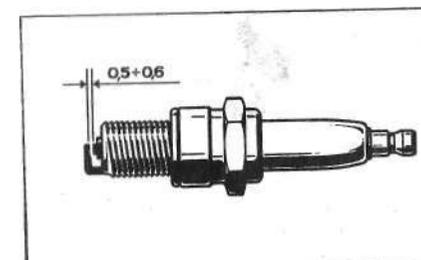

Рис. 42. Проверка зазора между электродами в свече зажигания
2. Проверьте зазор между электродами свечи круглым проволочным щупом. Зазор должен быть в пределах 0,5—0,6 мм (рис. 42). Регулировать его можно только подгибанием бокового электрода.